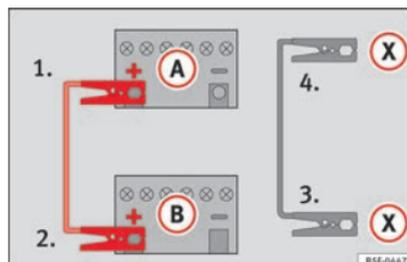

Fig. 78 Schéma de branchement pour les véhicules équipés du système Start-Stop.
- Sur les véhicules avec système Start-Stop : raccordez une extrémité du câble d'urgence noir (X) à une borne de mise à la terre appropriée, à une pièce métallique massive vissée au bloc-moteur, ou au bloc-moteur lui-même »» fig. 78.
5. Branchez l'autre extrémité du câble de démarrage noir (X), dans le véhicule avec la batterie déchargée à une pièce en métal massif vissée au carter-moteur ou directement au carter-moteur mais le plus loin possible de la batterie (A).